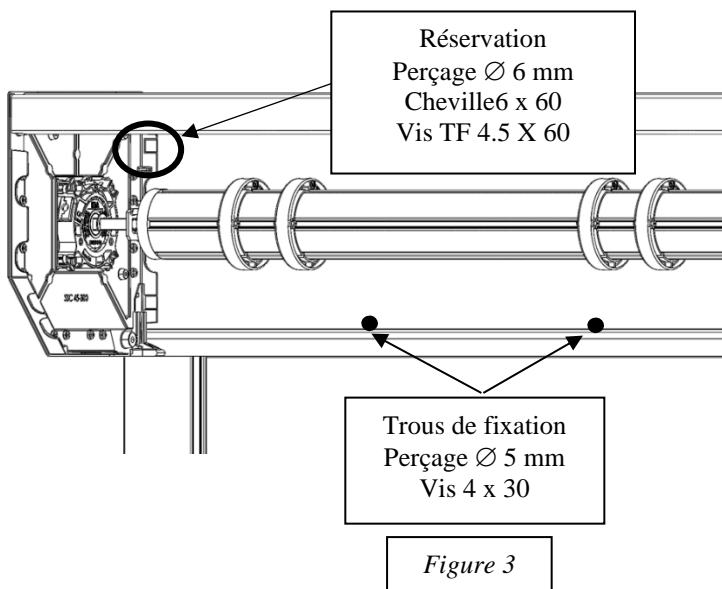

Figure 3
- Percer le mur (foret Ø 6mm) dans la réservation prévue dans le caisson à gauche et à droite (*Figure 3*)
- Fixer le caisson au mur à l'aide de 2 vis TF 4.5 x 60 (*Figure 3*)
- Percer (foret Ø 5 mm) le mur et la tôle tous les 50 cm, **dans la gorge au-dessus du pli de renfort** en partie basse (*Figure 3*)
- Insérer les chevilles dans les trous de fixation (chevilles non fournies) (*Figure 3*)
- Fixer la tôle à l'aide des vis 4 x 30 (*Figure 3*)